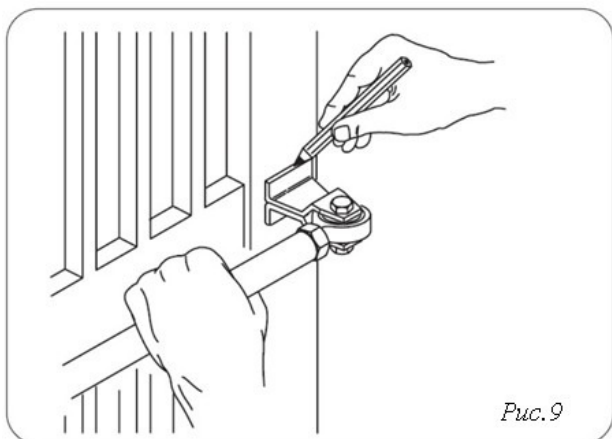

Рис.9
- 8) Закройте створку и, удерживая привод абсолютно горизонтально, определите позицию переднего кронштейна на створке (Рис.9)